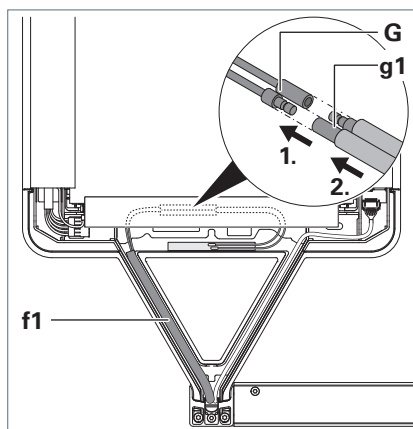

Fig. 15: Collegare l'antenna.
4. Posare la linea di alimentazione **f1** dalla traversa nel braccio di supporto della testa dell'apparecchio, vedere Fig. 15.